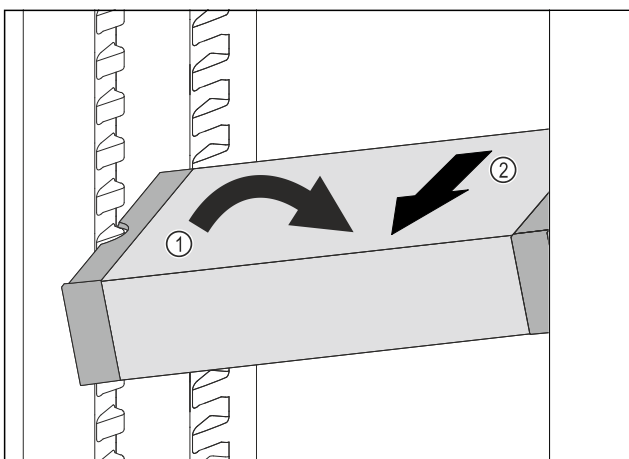

Fig. 109
- Impostare il vano frigorifero di VarioSafe ad angolo. Fig. 109 (1)
- Rimuovere VarioSafe tirando in avanti. Fig. 109 (2)